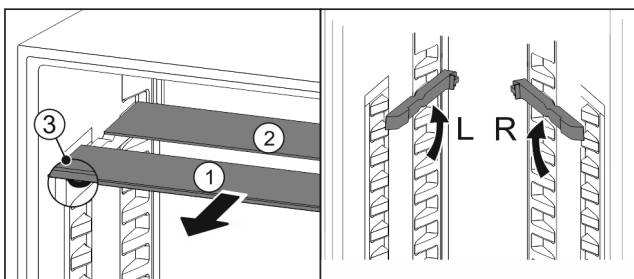

Fig. 112
- ▶ Skleněné desky jednotlivě vytáhněte dopředu Fig. 112 (1).
- ▶ Skleněná deska Fig. 112 (1) s ozdobnou lištou leží vpředu.
- ▶ Zarážky Fig. 112 (3) směřují dolů. Přístroje s mrazničkou.\*